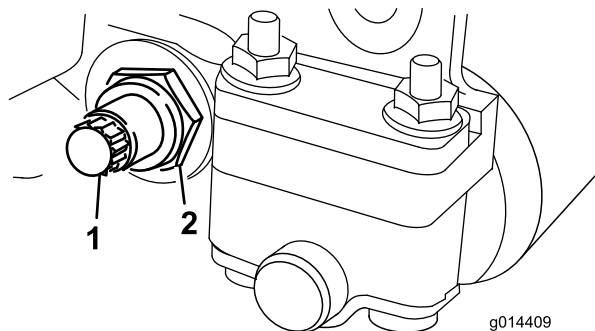
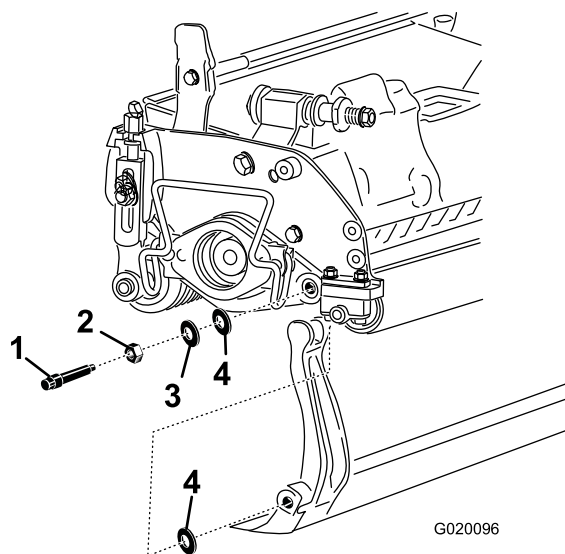

Figura 14
Figura 15
3. Desaperte a porca de bloqueio que segura a cavilha da barra de apoio, em cada um dos lados da máquina (Figura 14).
4. Remova cada uma das cavilhas da barra de apoio, de modo a permitir puxá-la e retirá-la da máquina (Figura 14). Guarde as duas anilhas de nylon e a anilha de aço prensado de cada uma das extremidades da barra de apoio (Figura 15).
2. Fixe a barra de apoio a cada um dos lados da placa lateral com duas cavilhas de lâmina de corte (porcas flangeadas nas cavilhas) e com as 6 anilhas. Coloque uma anilha de nylon de cada lado da placa lateral. Coloque uma anilha de aço no exterior de cada uma das anilhas de nylon (Figura 15).